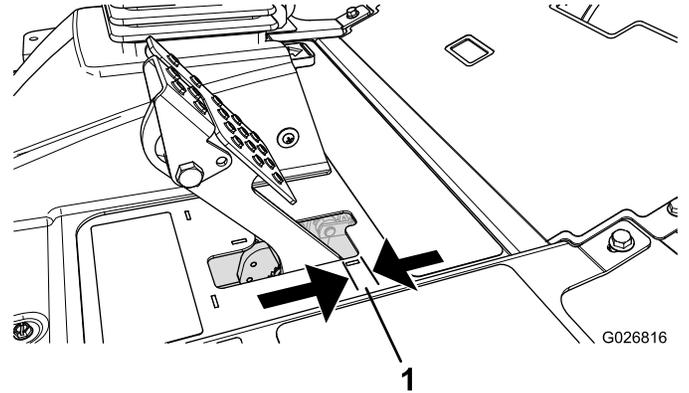

図 64
ブレーキペダルの「遊び」図 64が 2.5cm以上となったり、強く踏み込まないとブレーキの効きが悪いと感じられるようになったら、調整を行ってください。遊びとは、ブレーキペダルを踏み込んでから抵抗を感じるまでのペダルの行きしろを言います。
2. 後ナットを締めてケーブルを後方に移動させて、ホイールがロックする前のブレーキペダルの遊び図 64が 6.312.7mm なるように調整する。